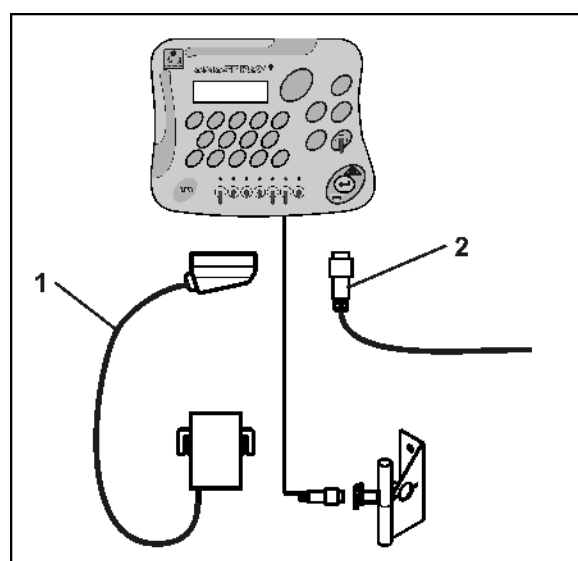

Fig. 3
1. Racordați mașina atașată / remorcată la tractor prin conectorul mașinii (Fig. 3/1).
Racordați cablul de semnal de la priza de semnal a tractorului sau de la senzorul X (Fig. 3/2) la aparatul **AMASPRAY+**.